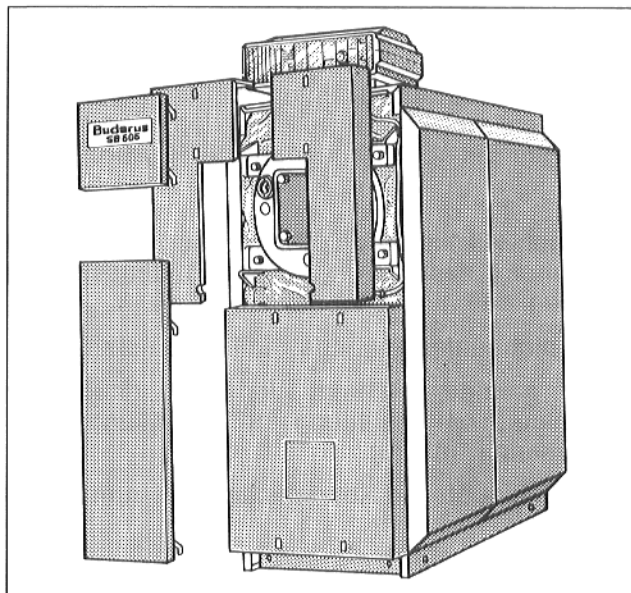

Abb. 29
**Hinweis:** Bei der Aufstellung des Neutralisationsbehälters ist darauf zu achten, daß der Kondensataustritt am Heizkessel (A) über dem Kondensateintritt am Behälter (B) angeordnet ist (Abb. 29).
- Blendenteil oben und unten abnehmen (Abb. 29).
- Linkes und rechtes Vorderwandteil abnehmen (Abb. 29).
- Vorderwandteile und Blendenteile wieder montieren (Abb. 29).